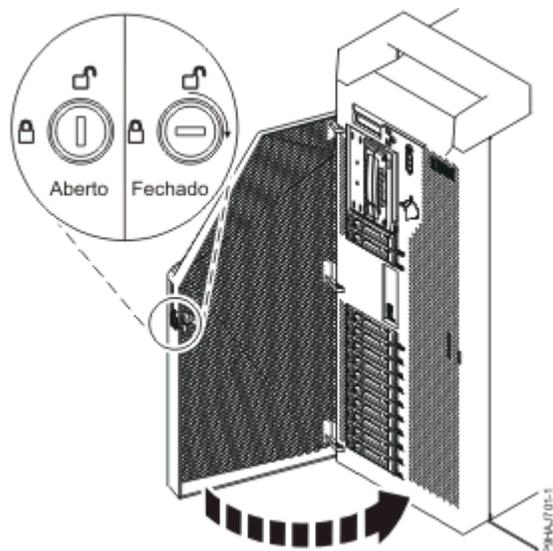

Figura 92. Trancar a porta anterior
- e) Feche a porta anterior. Insira a chave da porta anterior na fechadura conforme apresentado em Figura 92 na página 97. Rode a chave para a direita (na direcção dos ponteiros do relógio) para trancar a porta. Horizontal é bloqueado; vertical é desbloqueado.